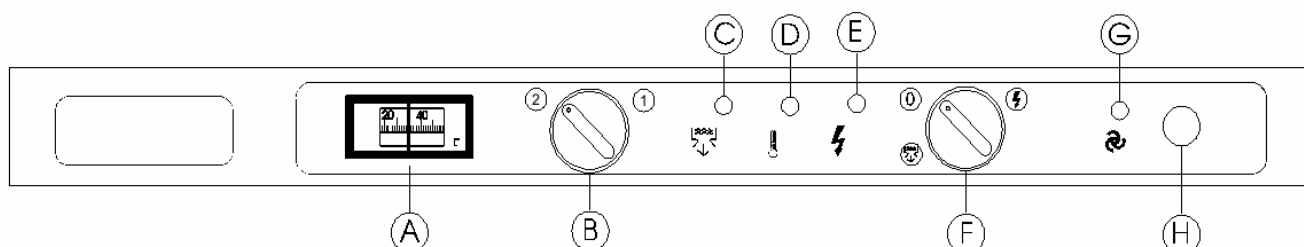

Figura 2
- Cuando funciona la electro valvula de carga y en los modelos con bomba de aclarado. Es la condicion normal de trabajo de la bomba de aclarado que elimina el agua que rebosa en la cuba par rebosadero durante las fase de carga o aclarado. Durante dicha operacion se ilumina (C).
- Seleccionando (F) de figura 2 en la posicion . En este caso hay que quitar el rebosadero para facilitar el desagüe de la cuba. Se ilumina (C). Esta operacion se puede efectuar con la puerta abierta, una vez acabado llevar (F) en la posicion (0).
- Para versiones AF61 PSW y AF78 PSW, la bomba de desagüe la bomba de desagüe entra en funcion durante la carga de la W.A.G. Este para evacuar el agua que en caso de anomalia del sensor de nivel entraria en la cuba a traves del rebosadero del W.A.G., operacion senalada para el testigo (C).